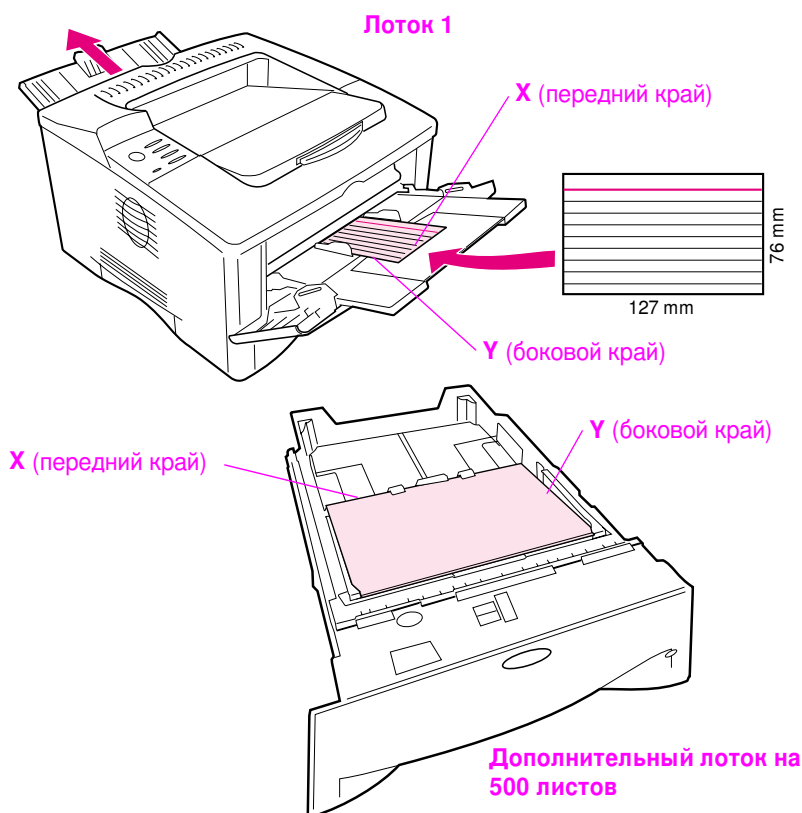

Рис. 18. Печать на бумаге нестандартного формата
- 3 В меню печати задайте размер вдоль оси X (передний край листа), как это показано на Рис. 18. Размер по X может быть в диапазоне от 76 до 312 мм для лотка 1 и от 148 до 297 мм для дополнительного лотка на 500 листов. Задайте размер вдоль оси Y (боковой край листа), как это показано на Рис. 18. Размер по Y может быть в диапазоне от 127 до 470 мм для лотка 1 и от 210 до 432 мм для дополнительного лотка на 500 листов.